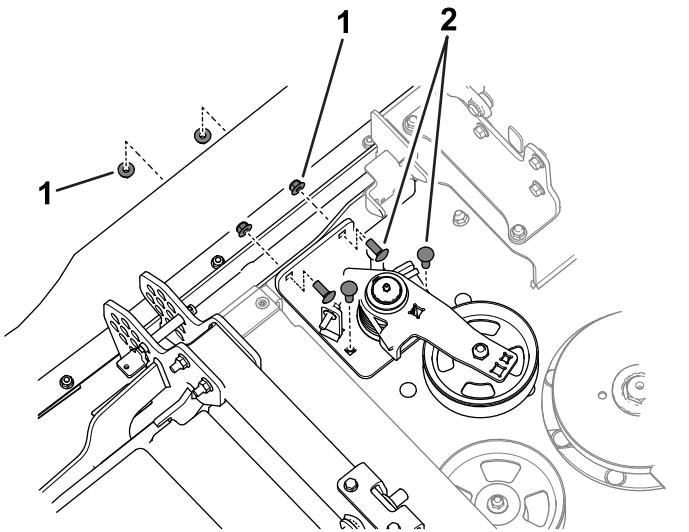

图 6
6. 使用 2 个托架螺栓 3/8 x 1 英寸、2 个托架螺栓 3/8 x 1 $\frac{1}{4}$  英寸和 4 个凸缘螺母 3/8 英寸将张紧器总成固定到滚刀组 (图 6)。